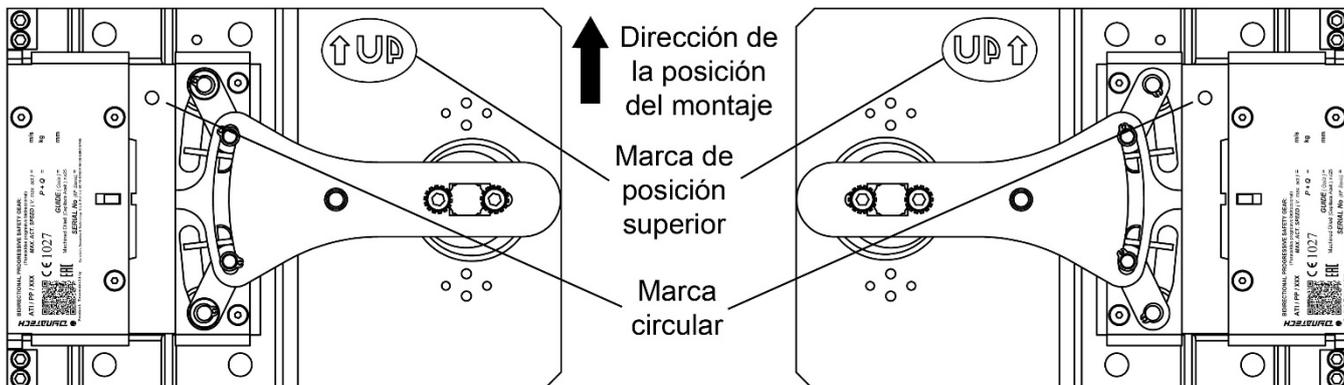

Figura 5: Dirección de la posición del montaje
- a) La dirección de la posición del montaje de los paracaídas deberá ser como la que se muestra en la Figura 5.